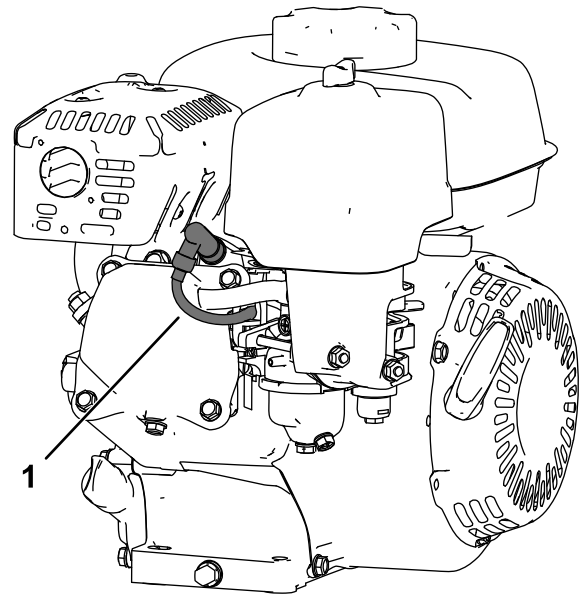

Bild 27
5. Ziehen Sie den Kerzenstecker ab (Bild 27).